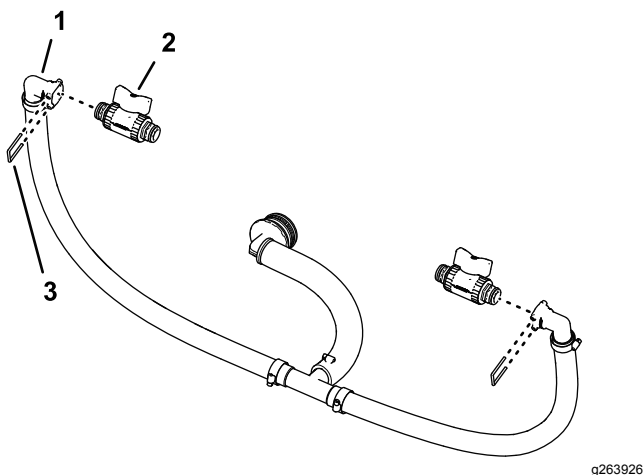

图93
1. 如图93所示从在 组装旁通软管 (页码 35) 组装的 90° 快速连接接头上取下卡环。
2. 将切断阀装入快速断开接头槽图93。
4. 将在 卸下喷洒臂段旁通软管 (页码 26) 的步骤 1 中卸下的切断阀和卡环组装到另一个快速断开接头槽中图93。